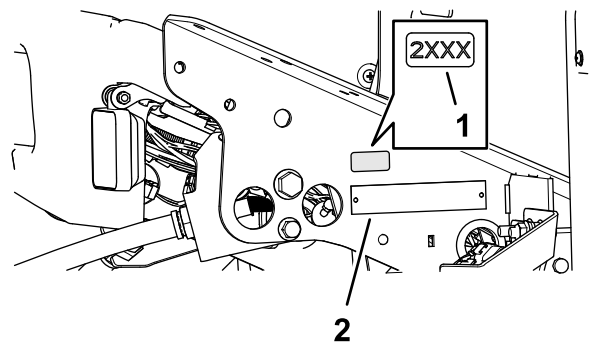

Figure 35
1. Avec de l'alcool à friction et un chiffon propre, nettoyez le support de plancher près de la plaque du numéro de série et laissez sécher le support (Figure 35).